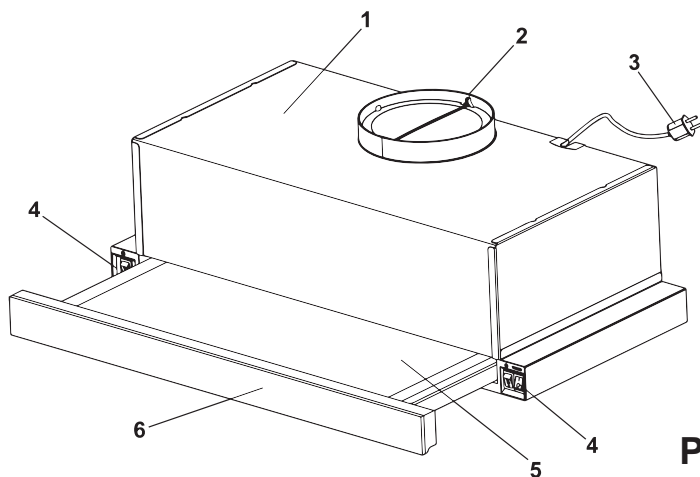

Рис.3
5.3 Вытяжка состоит из следующих составных частей (рис.3 / 3.1).